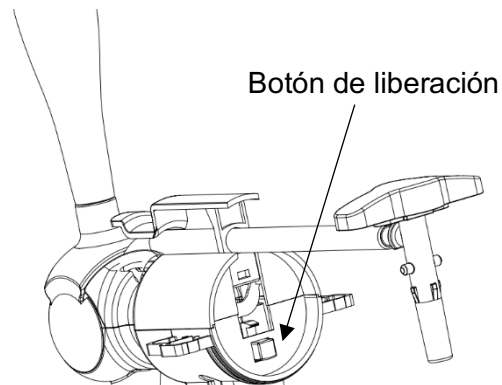

Figura 17
1. Presione y mantenga presionado el botón de liberación que está en la parte posterior del grifo. Con esto las presillas del mecanismo se abren automáticamente, liberando la tubería de la cerveza y la tapa superior desmontable del grifo (como en la Figura 17).